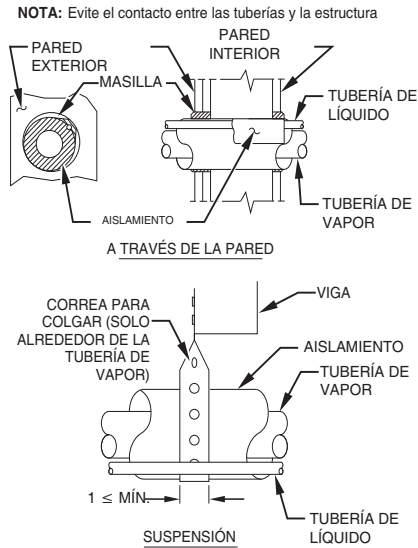

Fig. 1 – Instalación de tuberías
5. Al tender los tubos de refrigerante a través de la pared, selle la abertura con RTV u otro tipo de masilla de silicona flexible. (Consulte la Fig. 1).
7. No suspenda las tuberías de refrigerante en vigas ni travesaños con un cable o correa rígidos, en contacto directo con las tuberías (consulte la Fig. 1).
9. Si es necesario, use correas para colgar, que son de 1 in (25,4 mm) de ancho y se adaptan a la forma del aislamiento de la tubería. (Consulte la Fig. 1).